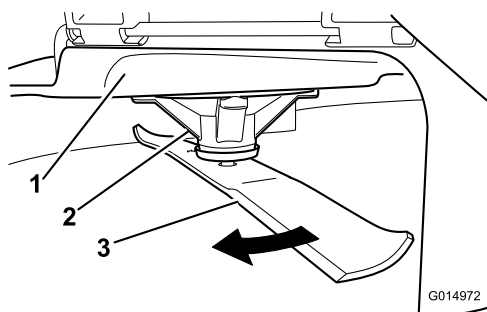

Figura 57
2. Indossando guanti dalla spessa imbottitura o altre protezioni idonee per le mani, ruotare lentamente la lama in una posizione che consenta di misurare la distanza tra il bordo di taglio e la superficie piana su cui si trova la macchina (Figura 57).